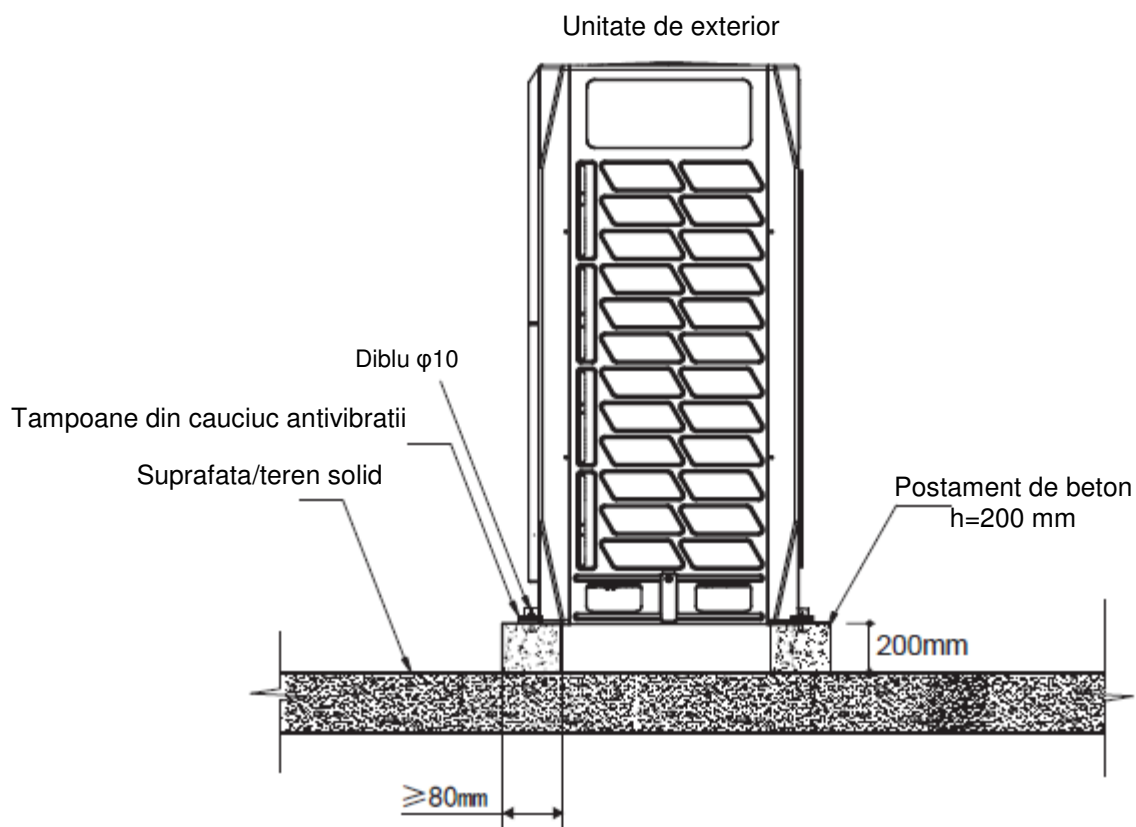

Figura 4-11
- Un model tipic de postament de beton este prezentat in figura 4-11. O specificatie tipica de beton este 1 parte de ciment, 2 parti de nisip si 4 parti de piatra sparta cu bara de armare din otel $\Phi 10$ mm. Marginile postamentului trebuie sanfrenate.